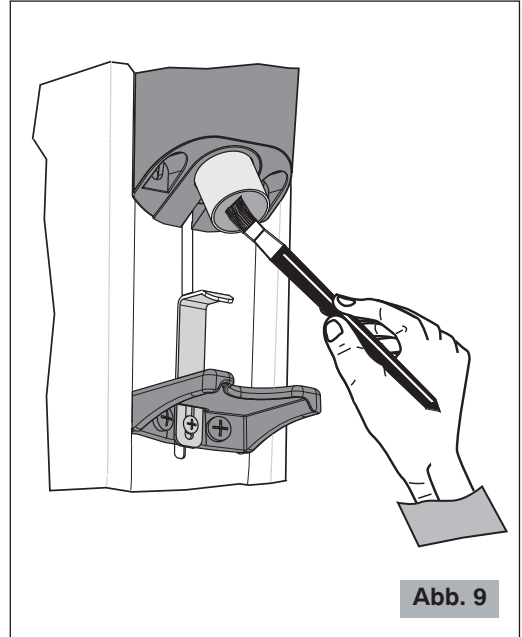

Abb. 9
- Für schwer zugängliche Bereiche eine Bürste oder Pinsel (Abb. 9) zur Reinigung benutzen und für die anderen Oberflächen ein trockenes Tuch.